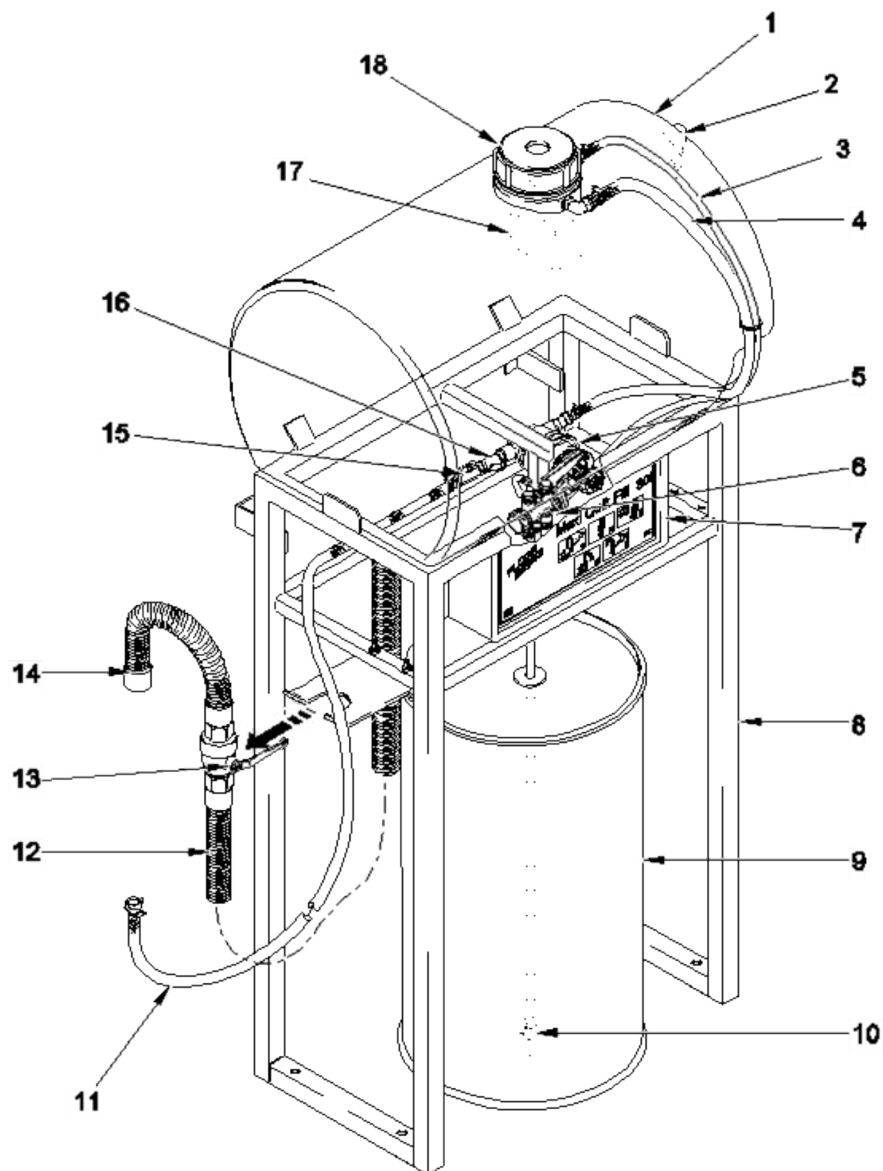

Abb. 3: Aufbau MAXI QUICK FILL 500
Wenn das Füllniveau im Vorratstank ( Kapitel 4 „Aufbau“ auf Seite 22, Abb. 3, Pos. 1) unterschritten ist, wird Reiniger aus dem Produkt-Vorratsgebinde (Abb. 3, Pos. 9) angesaugt und von der Dosierpumpe (Abb. 3, Pos. 6) über einen eigenen Zulauf mengenproportional in den Tank dosiert. Gleichzeitig wird Frischwasser dem Vorratstank zugeführt.
Die Dosierpumpe wird von einem Wassermotor (Abb. 3, Pos. 5) angetrieben.
Sobald das Füllniveau im Vorratstank erreicht ist, schließt das im Tank eingebaute Tank-Einlaufventil (Abb. 3, Pos. 17) den Wasserzulauf und die Reinigerzufuhr wird unterbrochen.
Durch Drehen des roten Füllhebels (Abb. 3, Pos. 13) in die EIN-Position erfolgt die Entnahme der Reiniger-Gebrauchslösung.
Die Konzentration der Reinigerlösung kann am Exzenter des Wassermotors zwischen 0,5 und 4,0 % eingestellt werden (siehe Abb. 3).
1. Die Frontplatte (↪ *Kapitel 4 „Aufbau“ auf Seite 22*, Abb. 3 Pos. 7) vom Gestell (Abb. 3, Pos. 8) entfernen sowie die Saugleitung von der Pumpe (↪ *Kapitel 4 „Aufbau“ auf Seite 22*, Abb. 3, Pos. 6) entfernen.
2. Den Schlauchnippel (Abb. 3, Pos. 3) vorsichtig von der Pumpe abschrauben.
3. Den Anschluss des Kugelhahnes (Abb. 3, Pos. 4) mit Teflonband eindichten und in die Pumpe einschrauben.
4. Die beiden Saugleitungen (Abb. 3, Pos. 5 und Abb. 3, Pos. 6), falls erforderlich, kürzen und an die Winkelanschlüsse des Kugelhahnes anschließen.
1. ► Den Absperrhahn (☞ Kapitel 4 „Aufbau“ auf Seite 22, Abb. 3, Pos. 1) am Wassermotor schließen.
3. ► Den Kugelhahn (Abb. 3, Pos. 4) von Pos. A (horizontal) auf Pos. B (vertikal) stellen.